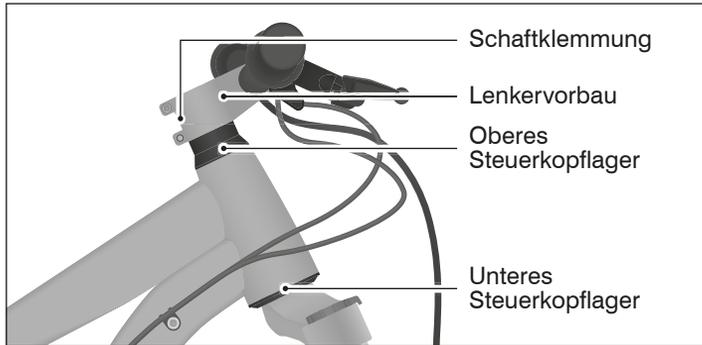

Abb.: E-15 Komponenten am Steuerkopfrohr.
3. Drehen Sie die beiden Schrauben der Schaftklemmung soweit gegen den Uhrzeigersinn heraus, bis Sie den Lenker gegen das Vorderrad verdrehen können (siehe Abb.: E-15).